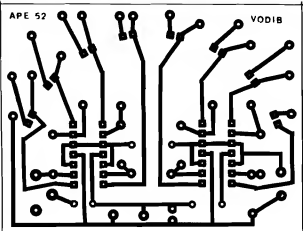

Fig. 2
- FIG. 2 - LAY OUT DO CIRCUITO IMPRESSO ESPECÍFICO - Sem grandes "segredos" ou problemas de desenho, o padrão cobreado é simples e direto... Apenas recomendamos que o Leitor/Hobbista respeite os posicionamentos, afastamentos e dimensões de ilhas e pistas, já que o próprio dis-